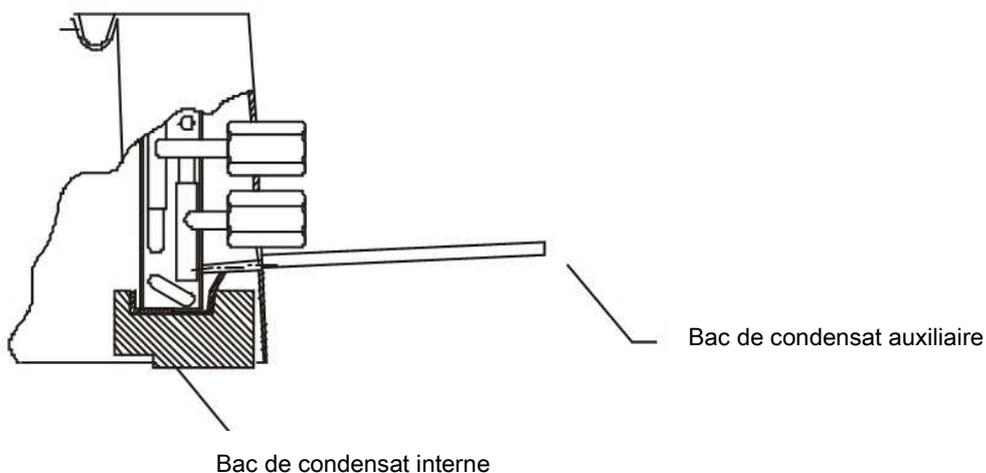

Figure 9
- Serrer les deux vis tout en s'assurant que le bac de récupération externe est installé uniformément sur la plaque de fixation. (Figure 9)